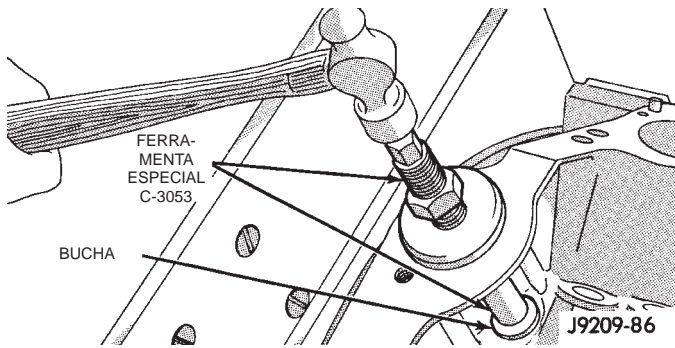

Fig. 44 Instalação da Bucha do Eixo Propulsor do Distribuidor
(1) Deslize a nova bucha sobre a extremidade de brunimento da Ferramenta do Brunidor/Impulsionador da Bucha do Eixo Propulsor do Distribuidor C-3053. Insira a ferramenta e a bucha no cilindro.
(2) Conduza a bucha e a ferramenta na posição adequada, usando um martelo (Fig. 44).
(3) Como o brunidor é puxado através da bucha, a bucha é expandida ajustada no bloco e brunida no